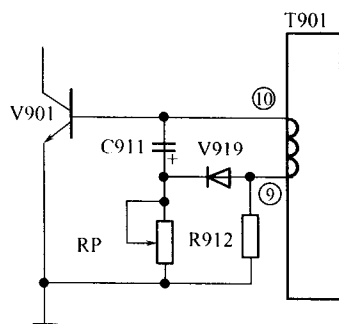

图 1-5 福日 HFC-2176 脉宽调制等效电路
(2) C911 不良导致输出电压升高的原因: T901 的①、⑫脚为初级绕组,⑩、⑨脚为正反馈绕组,⑧、⑦脚为取样绕组, V904 及外围件组成误差放大电路; V902、V903 和 C911 组成脉宽调制电路,其中 V903 相当于一只可变电阻,当电源电压升高时,其导通深度加强, e、c 间阻值变小,反之则变大。 C911 在脉宽调制电路中的作用是(等效电路如图 1-5 所示), RP 为 V903 e、c 间的等效电阻。设在 V901 (电源开关管)截止期间, C911 充得下正、上负的电